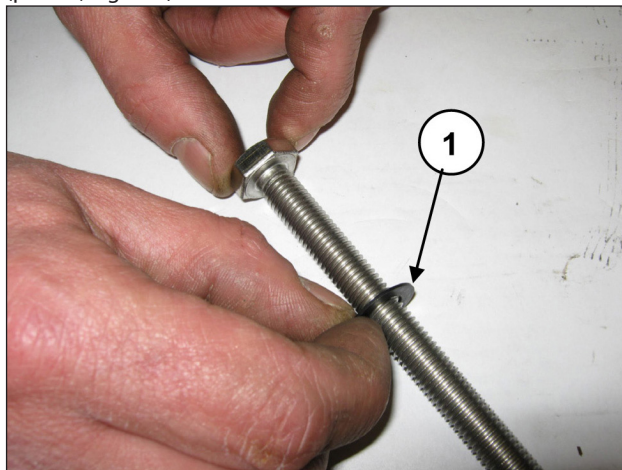

Fig. 136
Inserire la rosetta $\varnothing 10 \times 18 \times 0.9$ nella vite fissaggio pistone (pos. ①, Fig. 136).